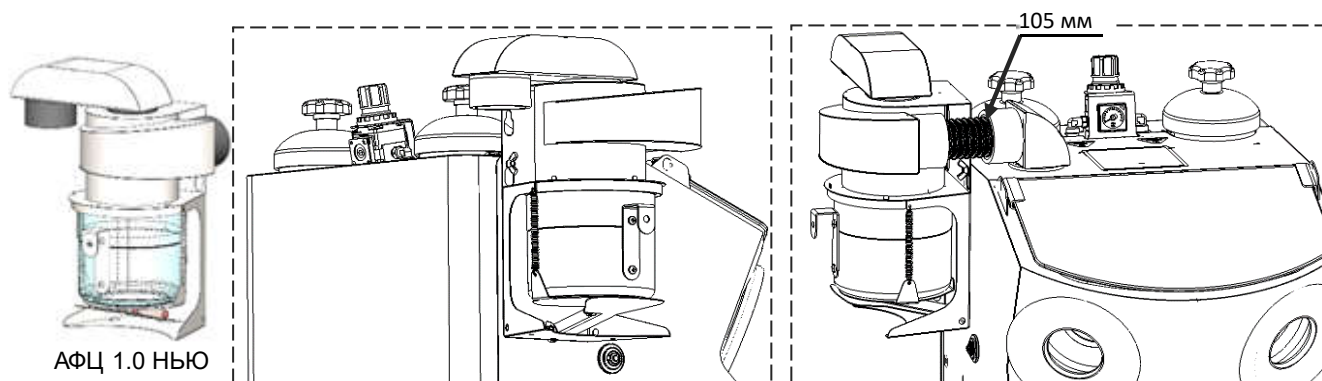

Рис.14 Пример установки АФЦ 1.0 НЬЮ на АСОЗ АРТ
5.11 В качестве **вытяжки** рекомендуется использовать **УПЗ АВЕРОН** совместно с **АФЦ 1.0 АРТ/НЬЮ**. Вилку питания **вытяжки** подключить к розетке **(23)** (см. МЕРЫ БЕЗОПАСНОСТИ). Крепление **АФЦ 1.0 НЬЮ** на АСОЗАРТ с верхним расположением углового патрубка вытяжки - см. рис.14. Требуется отрезок шланга длиной 105 мм.